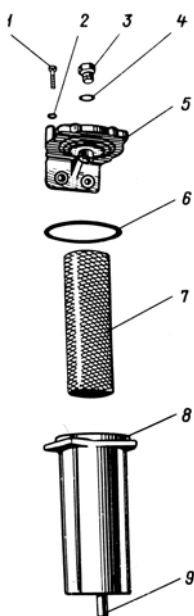

Рис. 25. Фильтр
1. Отвернуть на 3-4 оборота пробку 3 на крышке фильтра (рис. 25), отвернуть сливную пробку 9 и слить топливо из колпака фильтра.